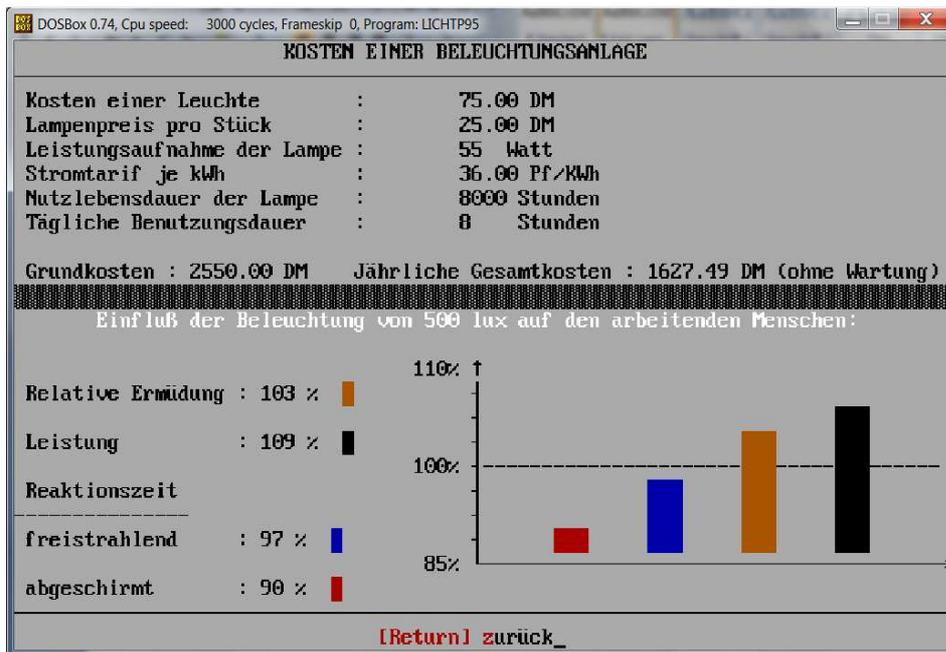

Bild 11)
6.3 Untermenü KOSTEN (Bild 11)